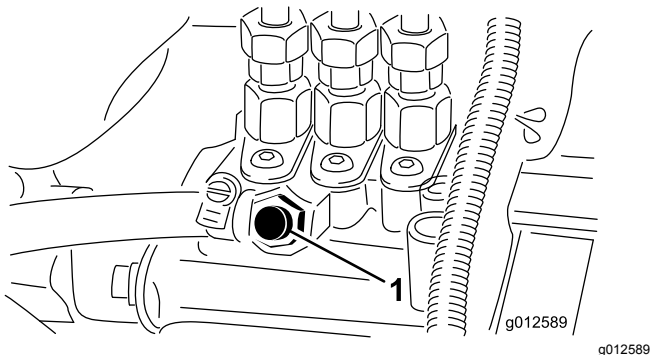

Figura 28
5. Abra el tornillo de purga de aire de la bomba de inyección de combustible (Figura 28).